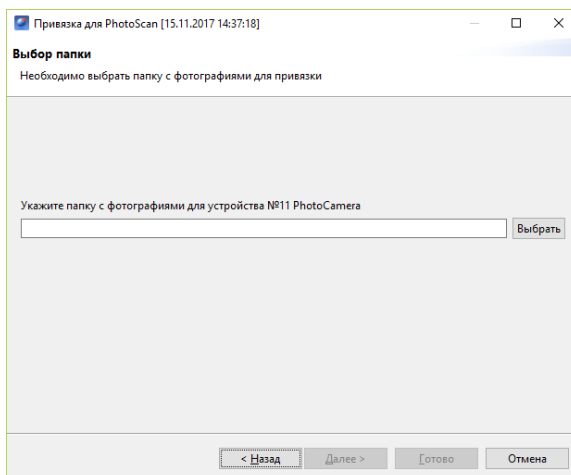

Рис. 117: Выбор фотографий для привязки
3. Укажите путь к фотографиям, скачанным с борта БВС (рис. 117).